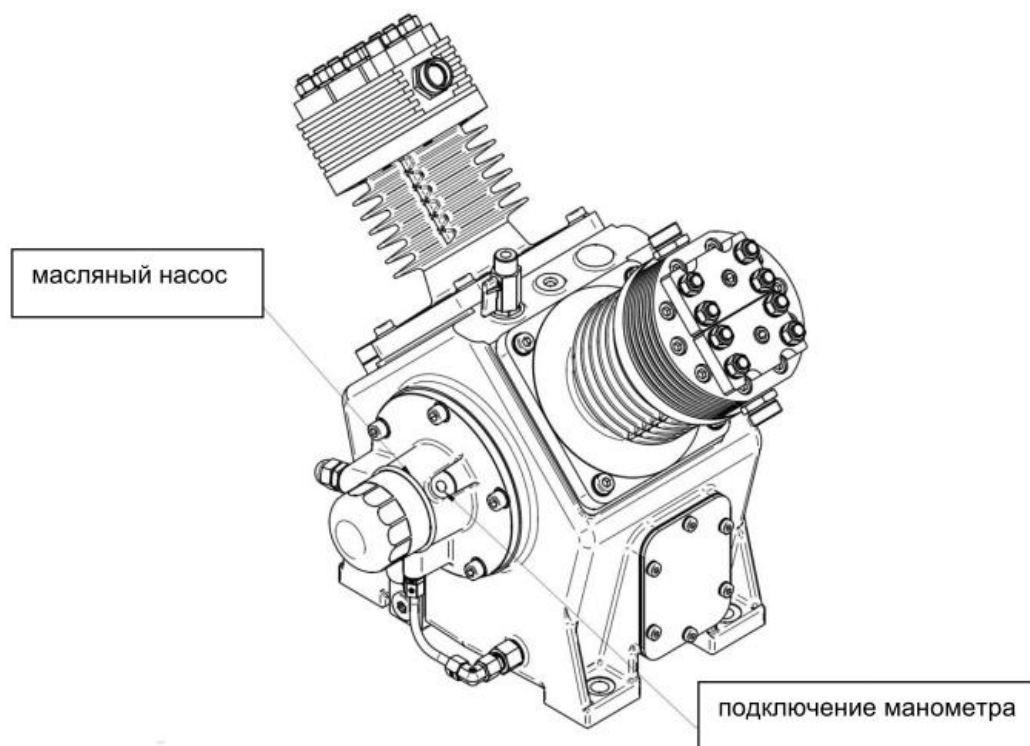

Рисунок 11
- Отвинтите пробку заливного отверстия (рисунок 11).